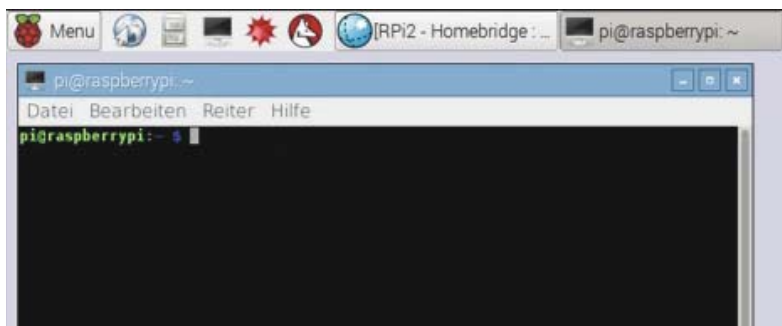

Bild 2: Raspbian-Desktop mit geöffnetem LX-Terminal
4. Nun öffnen wir entweder über die oben eingblendete Taskleiste das Terminal (Bild 2) bzw. greifen per SSH-Tool auf den Raspberry Pi zu.